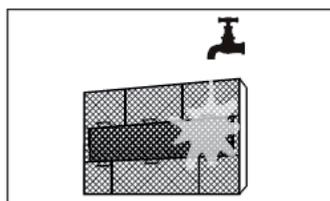

fig. 18 -
5. Lavez les filtres principaux avec de l'eau "fig. 18 -" ou nettoyez-les avec un aspirateur. Laissez les filtres sécher complètement sans exposition directe au soleil.